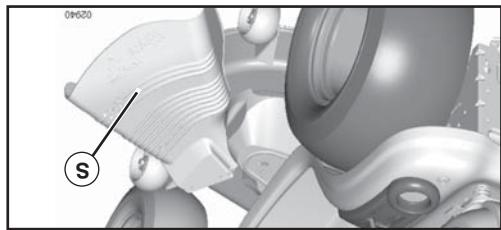

FIG. 8
- Siège accessible est engagé. Vous devrez ressortir bien assis au milieu du siège pour éviter que le moteur hesite ou s'arrête quand le siège pendu à la fonctionne et que le moteur fonctionne et que l'embrayage d'un opérateur. Le moteur s'arrête si l'opérateur essaie de quitter votre tracteur est multi d'un interrupleur de détection de présence (Voir la Fig. 8)